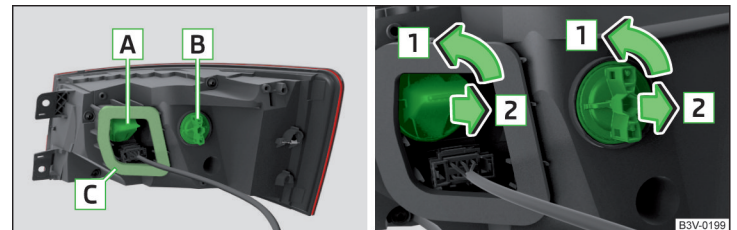

Abb. 368 Rückleuchte / Glühlampe wechseln
- Darauf achten, dass bei erneutem Einbau der Leuchte der Leitungsstrang zwischen der Karosserie und der Leuchte nicht eingeklemmt und die Dichtung **C** » Abb. 368 auf Seite 315 richtig eingesetzt wird - anderenfalls besteht die Gefahr von Wassereintritt und von Beschädigung der Elektroinstallation.
- › Die Fassung mit der Glühlampe **A** bzw. **B** » Abb. 368 in Pfeilrichtung **1** drehen.